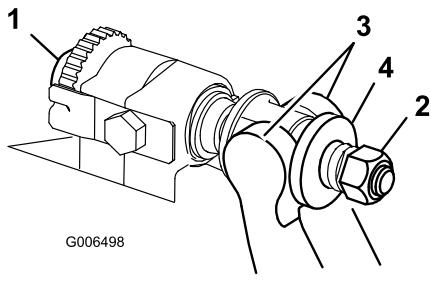

Bild 25
- Drehen Sie die Einstellschrauben des Untermesserträgers nach links, damit sich der Abstand zwischen Untermesser und Spindel vergrößert (Bild 25).
- Drehen Sie die Federspannungsmutter so weit hinaus, bis die Scheibe nicht mehr gegen den Untermesserträger angespannt ist (Bild 25).